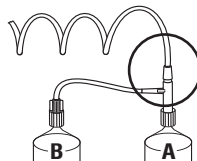

Figura 9 - 5: Conectorul în formă de T
OBSERVAȚIE: dacă utilizați un tub conector cu un conector în T, cuplați întâi porțiunea dreaptă la seringă (A) de substanță de contrast, iar extensia la seringă (B) de ser fiziologic. Consultați Figura 9 - 5: Conectorul în formă de T.